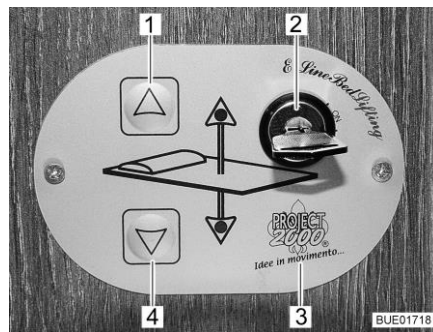

Fig. 141 Elemento de mando
Con las teclas (Fig. 141,1 y 4) en el elemento de mando (Fig. 141,3), se subirá o bajará la cama elevada. Con el interruptor llave (Fig. 141,2), se bloqueará el elemento de mando contra su utilización no autorizada.
- Girar la llave en el interruptor llave (Fig. 141,2) 90° en sentido de las agujas del reloj a la posición "On". El elemento de mando (Fig. 141,3) está activado.
- Pulsar la tecla de flecha (Fig. 141,4) y mantenerla pulsada hasta que la cama elevada haya bajado a la posición deseada.
- Pulsar la tecla de flecha (Fig. 141,1) y mantenerla pulsada hasta que la cama elevada haya subido a la posición final.
Si la cama elevada ya no se deja desplazar con las teclas de flecha (Fig. 141,1 y 4), controlar primero los fusibles (véase apartado 9.12.1). Si los fusibles están en orden y la cama elevada no se deja desplazar a pesar de esto, se podrá manejar la cama elevada en forma manual.